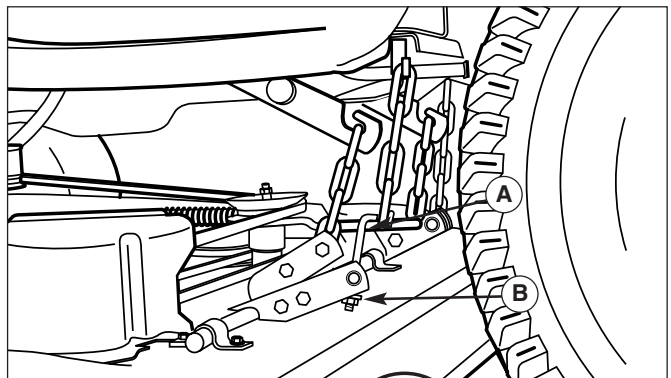

Figure 59. Mise à niveau latérale de la tondeuse - Modèles de crochets en forme de J
5. Voir la Figure 59. Tenir le crochet en forme de J (A), tourner le contre-écrou (B). Tourner le contre-écrou (B) pour lever ou abaisser le côté gauche de la tondeuse.